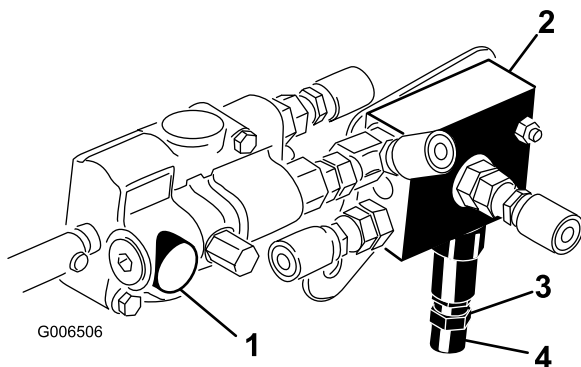

Figura 13
3. Afloje la contratuerca de la parte inferior de la válvula de contrapeso (Figura 13). La válvula está situada en el lado derecho de la máquina.